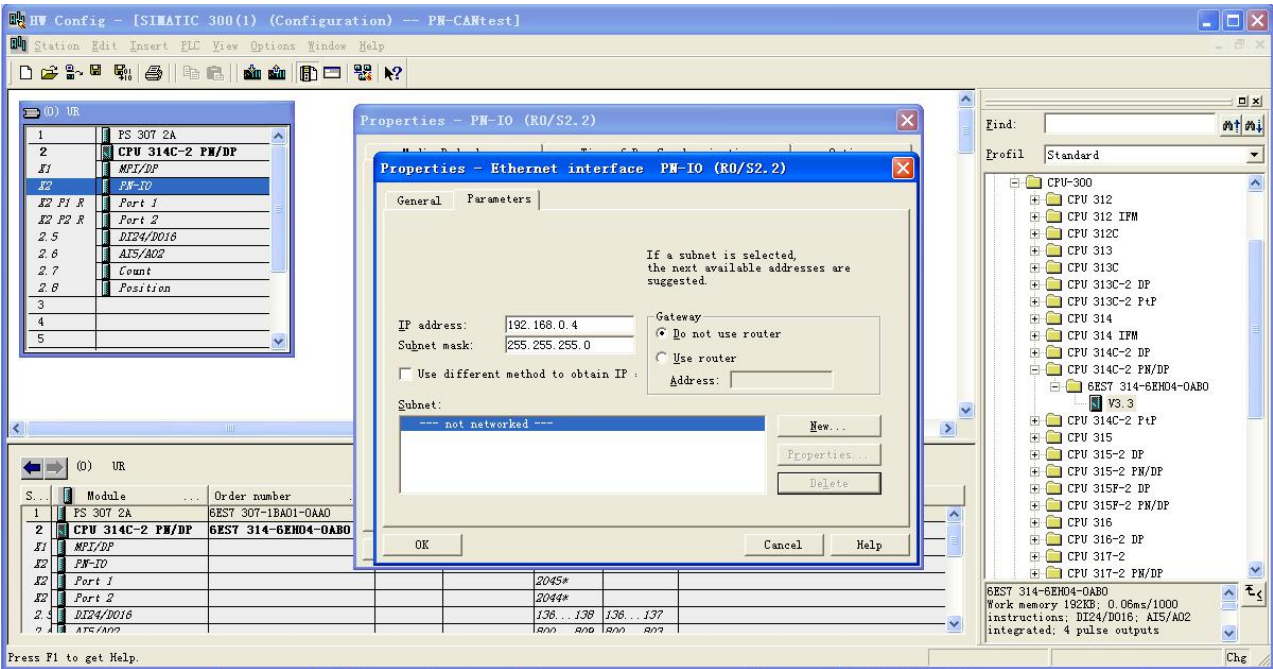

图 3-5
(2)、在下图选中第二个插槽，添加主站；设置主站网络参数，如 IP 地址、子网掩码、路由等。如图 3-5 所示